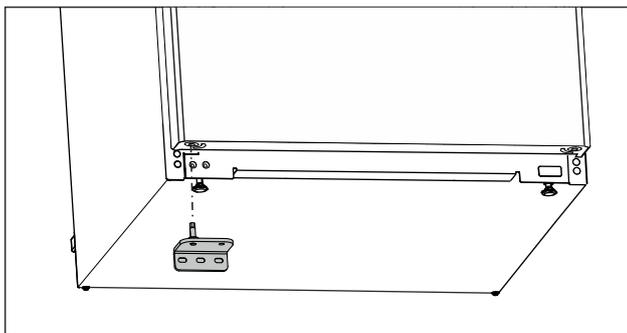

Fig. 24
- ▶ Umetnite donje ležajno postolje na suprotnu stranu. (pogledajte Fig. 24)